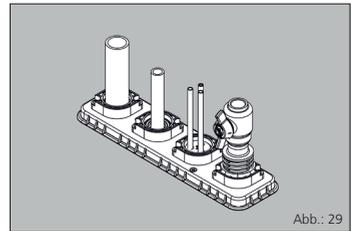

Abb.: 29
► Fertig montierter Dichteinsatz MSH Basic-MBK-R4 (siehe Abb.: 29).